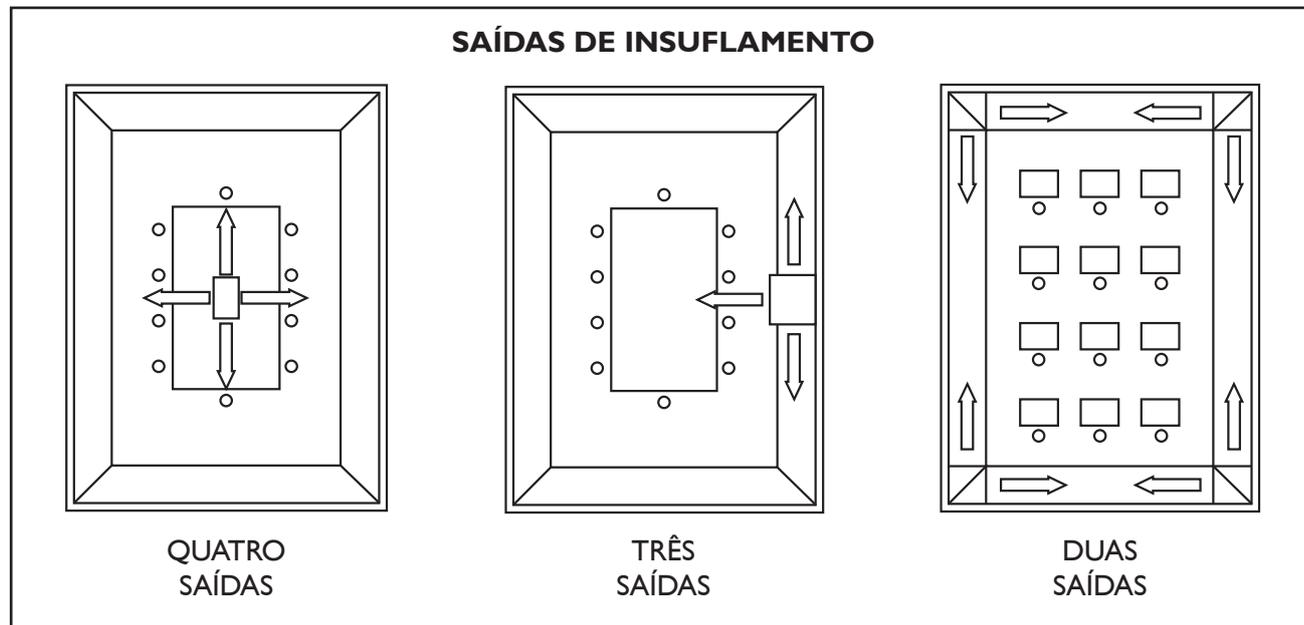

FIG. 9 - POSIÇÃO DA UNIDADE EVAPORADORA NO AMBIENTE
- b) Procure instalar a unidade no local mais central possível do ambiente, obtendo assim a melhor distribuição de ar; porém, caso haja necessidade, esta pode ser instalada em um dos cantos ou encostada a uma parede, bastando para isso fechar as saídas que estiverem voltadas para estas (fig. 9);